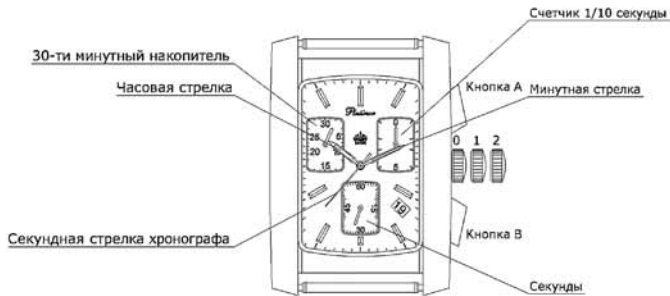

Рис. 2
- Выдвинуть заводную головку в положение 2 (здесь и далее – рис. 2).